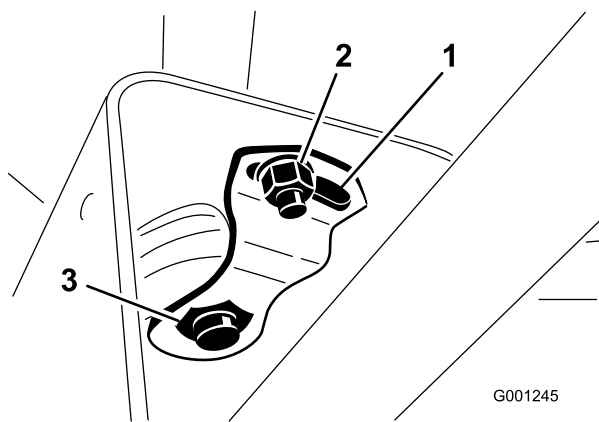

Bild 70
2. Schieben Sie die Abdeckung auf der Lenkwelle nach oben, um die Schwenkhalterung freizulegen (Bild 70).
3. Lösen Sie die kleine Mutter und drehen Sie die Schwenkhalterung, bis die große Mutter unten angezogen ist (Bild 70).